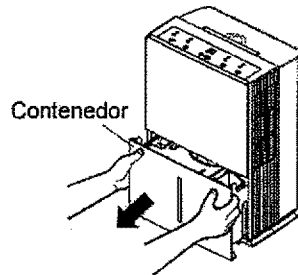

Fig. 1
1. Saque el contenedor del deshumidificador (Fig. 1)
1. Incline el deshumidificador no mas de 45° y forzadamente inserte las ruedas. Asegúrese de que la arandela alrededor de la rueda toca contra la parte inferior del deshumidificador (Fig. 1)
1. Saque el contenedor de agua, agarrando las manijas de los lados. (Fig. 1)